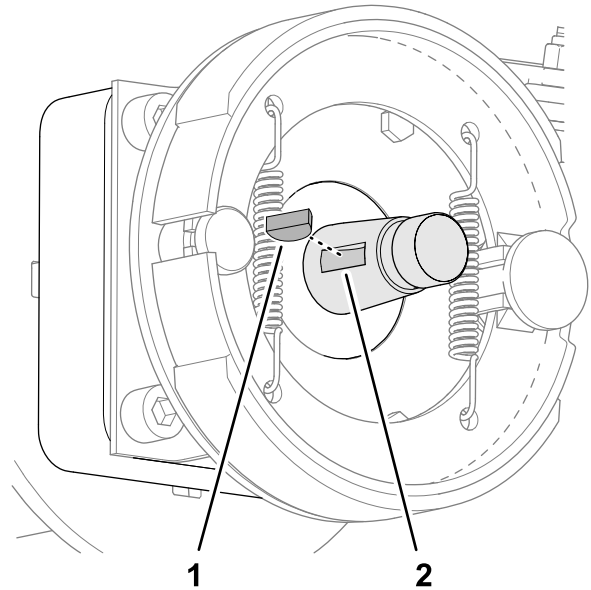

Figura 85
2. Inserite la chiave di Woodruff nella scanalatura dell'albero motore della ruota (Figura 85).